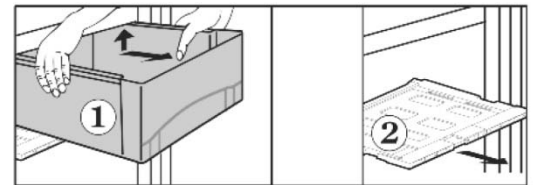

Fig. 12
- Træk skufferne Fig. 12 (1) ud til anslag.
- Hægt skuffelåget Fig. 12 (2) med fugtighedsregulatoren af opad, når skufferne er taget ud, og træk det ud fremad.